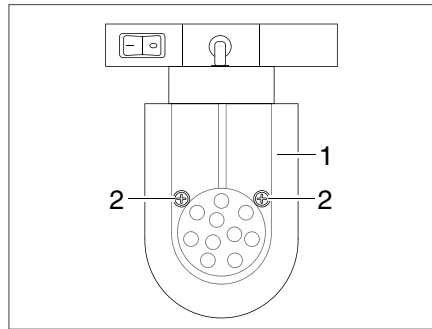

Bild 158 LED-Spotleuchte (verschiebbar)
- Befestigungsschrauben (Bild 158,2) lösen.
- Lampenglas (Bild 158,1) vorsichtig abnehmen.